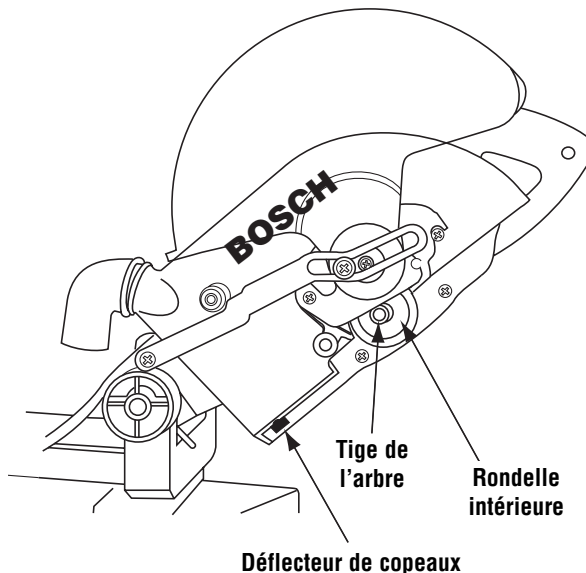

Figure 3. Pose de lame
7. Pour poser la lame de 10 po, insérez la lame entre les déflecteurs de copeaux et sur la tige de l'arbre (Figure 3). **REMARQUE :** Assurez-vous que la flèche de rotation de la lame correspond à la flèche de rotation en sens horaire sur le protecteur inférieur.